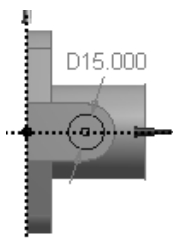

图 3.3.24 截面草图 5
(1) 绘制草图 5。在“草图绘制”工具条的 **XYPlane** 下拉列表中选择 **ZXPlane** 平面为草图平面, 单击“New Sketch”按钮, 绘制图 3.3.24 所示的截面草图。